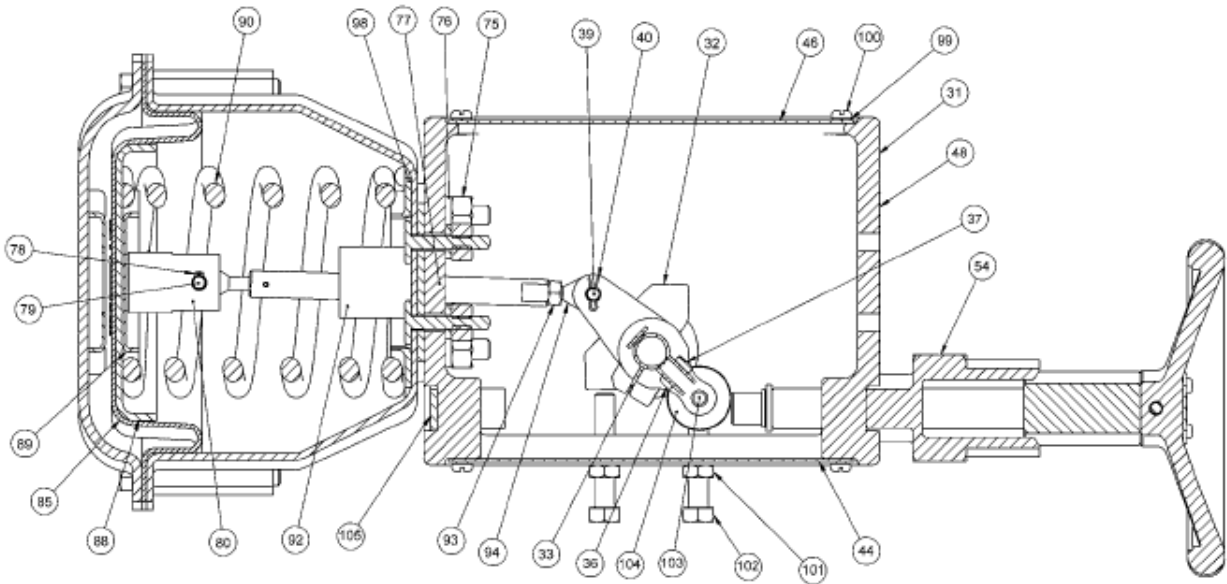

Figura 13 - Actuador de tamaño AC
- B. Gire el volante manual (54) en sentido antihorario hasta que se retire de la carcasa (31).
3.5.2.2 Remontaje. Consulte las Figura 13, 14 y 16.
- A. Enrosque el ensamblaje de volante manual (54) en la carcasa (31) hasta que se extienda a través de la carcasa y la ranura en el vástago (54-3) sea visible.